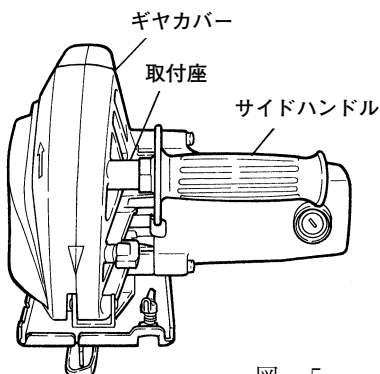

図 5
- (1) ギヤカバーの取付座にサイドハンドルのネジ部をねじ込み、取付けてください。（図5）